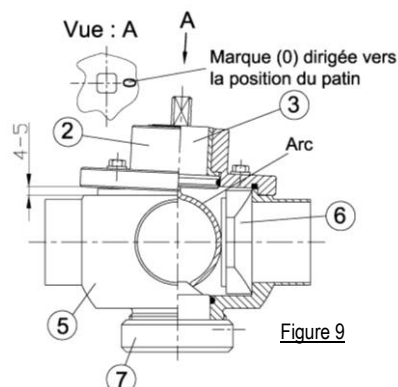

Figure 9
- Mettre le palier de guidage (9) en place dans le couvercle (2).
- Mettre les joints toriques (4), (8) et (10) en place.
- Assembler l'axe de commande (3) avec le couvercle (2). Tenir compte de la marque (0) sur l'ergot carré de l'axe de commande (3). La flèche → indique la position du patin (6) (voir la figure 9).
- Mettre le patin (6) en place dans le corps de la vanne (5).
- Monter l'axe de commande (3) avec le couvercle (2) sur le corps de la vanne (5) comme suit:
- L'arc de l'axe de commande (3) a été conçu pour assurer une pression définie de l'arc sur le patin (6) lors du montage. En raison de la précontrainte exercée par l'arc, le couvercle (2) dépasse le corps de la vanne (5) d'environ 4 – 5 mm du côté opposé du patin (voir la figure 9).
- Pour éviter d'endommager le patin (6), ne pas le placer contre une sortie de vanne en le montant dans le corps de la vanne (5), mais le diriger vers la face AR.**